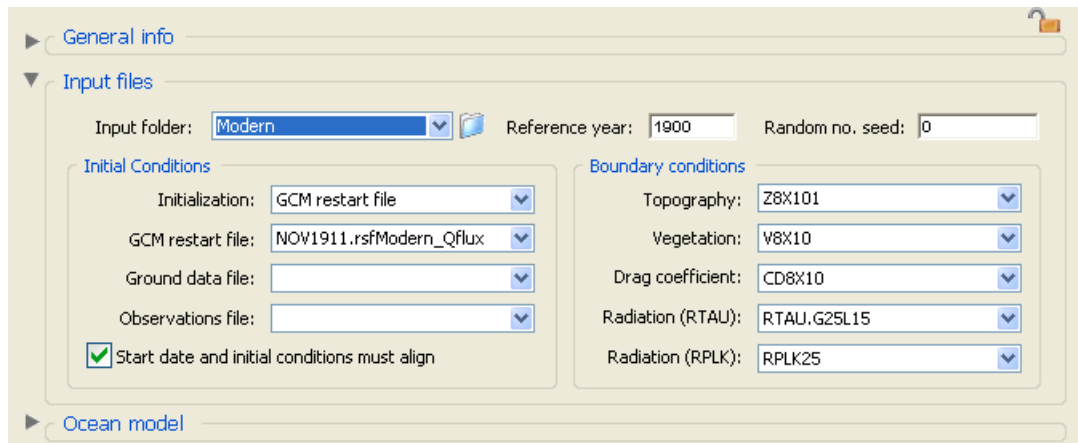

図 5. 入力ファイルの設定
入力ファイルを設定するために、Input files の前にある  ボタンをクリックして、入力ファイルの設定画面を開き (図 5)、次に示した①～④の要領で確認する。
① Input Files (入力ファイルの設定)